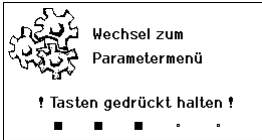

Abb. 11
1. Tasten **4** und **1** oder **4** und **2** gleichzeitig gedrückt halten. Während das Gerät zum Parametermenü wechselt, erscheint auf dem Display folgender Hinweis-Text (siehe auch Abb. 11): „Wechsel zum Parametermenü“, „Tasten gedrückt halten“.